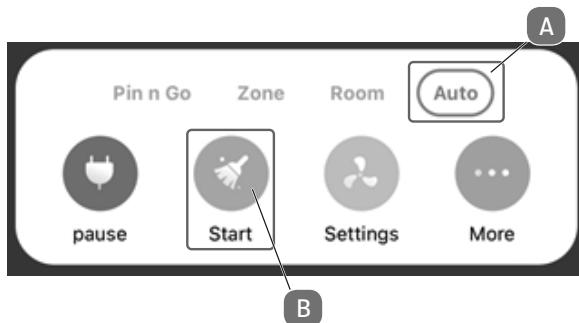

Fig. 14
- ▶ Per creare una mappa delle stanze dell'abitazione, il robot deve iniziare un giro di riconoscimento. A tale scopo, in **MODALITÀ AUTO** (A) cliccare su **START** (B) come illustrato nella **fig. 14**.